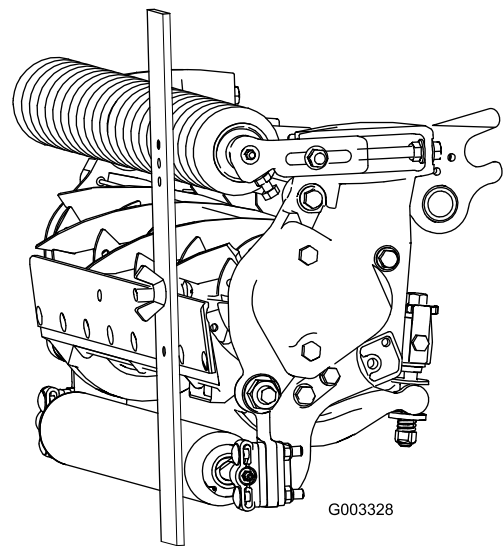

Figure 26
4. Accrochez la tête de la vis sur le bord tranchant de la contre-lame et appuyez l'arrière du gabarit contre le rouleau arrière (Figure 26).
5. Tournez la vis de réglage jusqu'à ce que le rouleau avant touche le gabarit (Figure 26). Réglez les deux extrémités du rouleau jusqu'à ce que celui-ci soit parfaitement parallèle à la contre-lame.